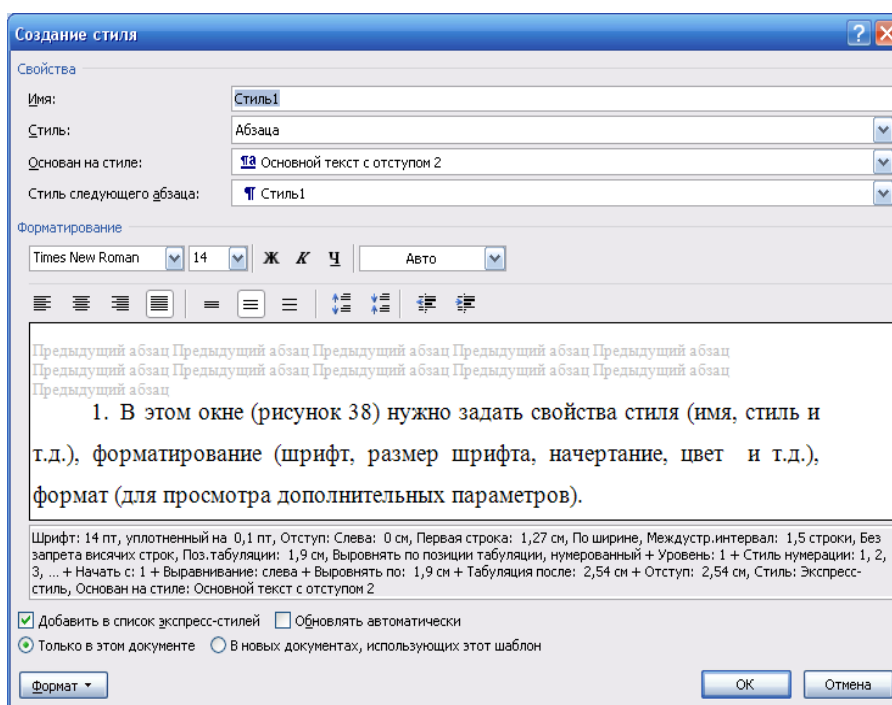

Рисунок 2 – Вид диалогового окна создание стиля
2. В этом окне (рисунок 2) нужно задать свойства стиля (имя, стиль и т.д.), форматирование (шрифт, размер шрифта, начертание, цвет и т.д.), формат (для просмотра дополнительных параметров).